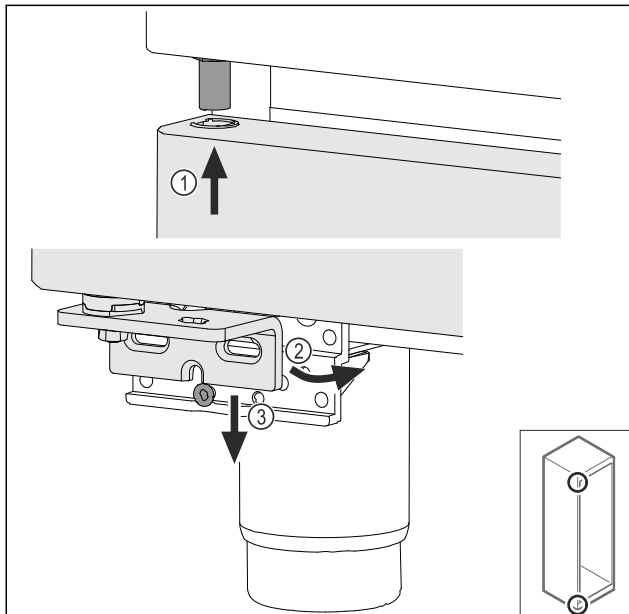

Fig. 49
- ▶ Rahlo nagnjena vrata vstavite zgoraj Fig. 49 (1), poravnajte vrata Fig. 49 (2) in jih spodaj postavite na vijak ležajnega podstavka Fig. 49 (3).